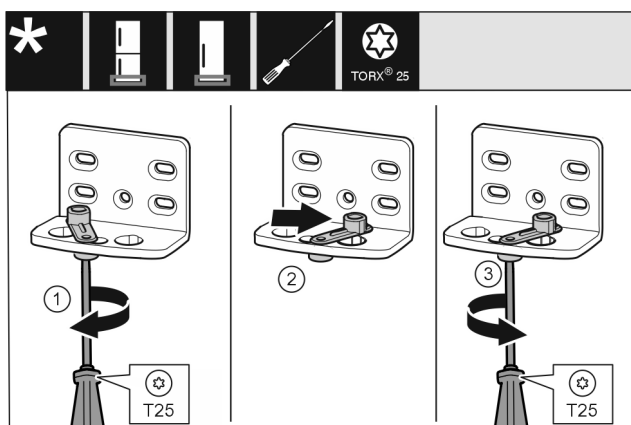

Fig. 16
- ▶ 将螺钉 Fig. 16 (1)用螺丝刀拧松。
- ▶ 将关门辅助装置 Fig. 16 (2)提起并向右 90° 转入钻孔。
- ▶ 将螺钉 Fig. 16 (3)用螺丝刀拧紧。